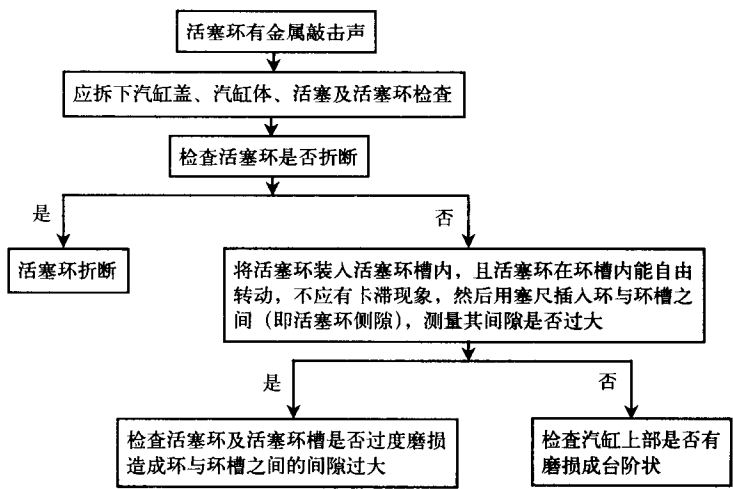

图 1-9 活塞环有金属敲击声的故障诊断程序
- 2. 故障诊断 活塞环有金属敲击声的故障诊断程序如图 1-9 所示。